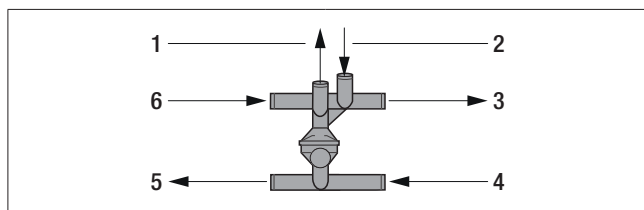

Figura 15
- Conectar el calentador y la bomba de agua a la válvula combinada con conductos de agua, véase Figura 15.